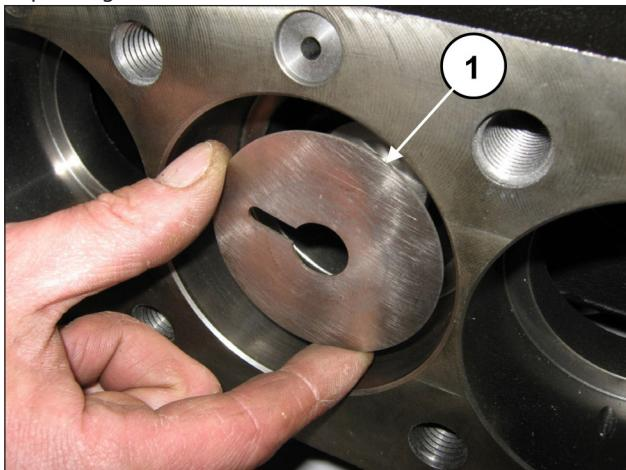

Fig. 155
Dégager les bagues anti-éclaboussures des guides de pistons (rep. ①, Fig. 155).